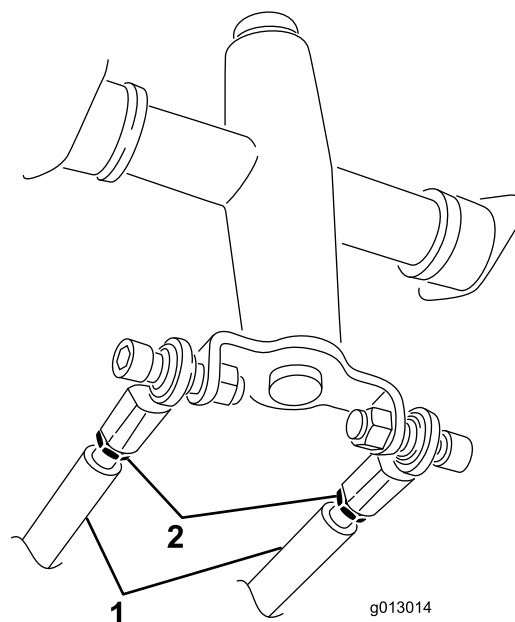

Bild 58
3. Lösen Sie die Klemmmuttern an den Zugstangen unter dem Bedienfeld (**Bild 58**).